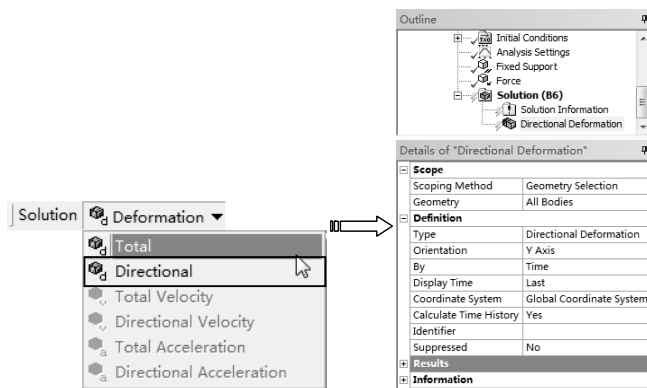

图 8-79 添加变形求解项
- 2) 求解变形。单击【Solution】工具栏上的【Deformation】|【Directional】命令，此时在分析树中插入【Directional Deformation】项，如图 8-79 所示。